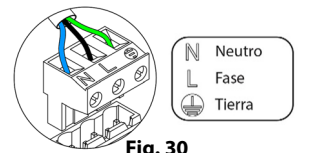

Fig. 30
La conexión de alimentación eléctrica del módulo se realiza mediante una borna de 3 pines (1). Fije los cables con los tornillos de la borna respetando la polaridad de la misma (Fig. 30).